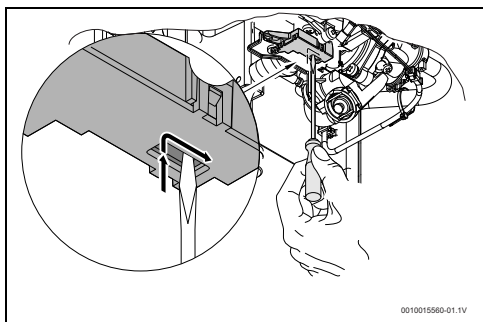

Fig. 28 Rearme do micro-interruptor
- ▶ Posicionar o micro-interruptor conforme Fig 28.